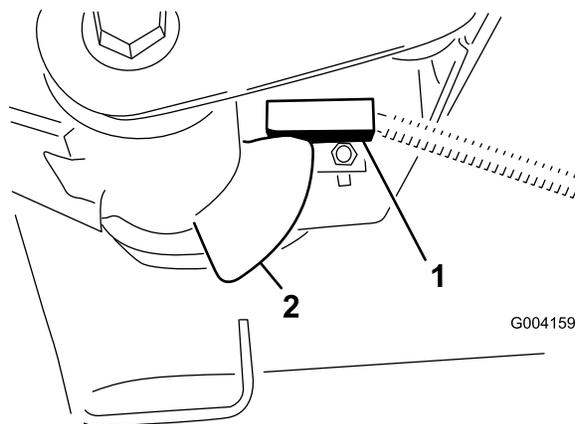

Figura 41
2. O interruptor do braço de elevação encontra-se por baixo do depósito hidráulico por trás do braço de elevação direito dianteiro (Figura 41).
3. Solte os parafusos de montagem do interruptor (Figura 41) e desloque o interruptor para baixo para aumentar a altura de viragem do braço de elevação ou desloque o interruptor para cima para diminuir a altura de viragem do braço de elevação. Aperte os parafusos de montagem.